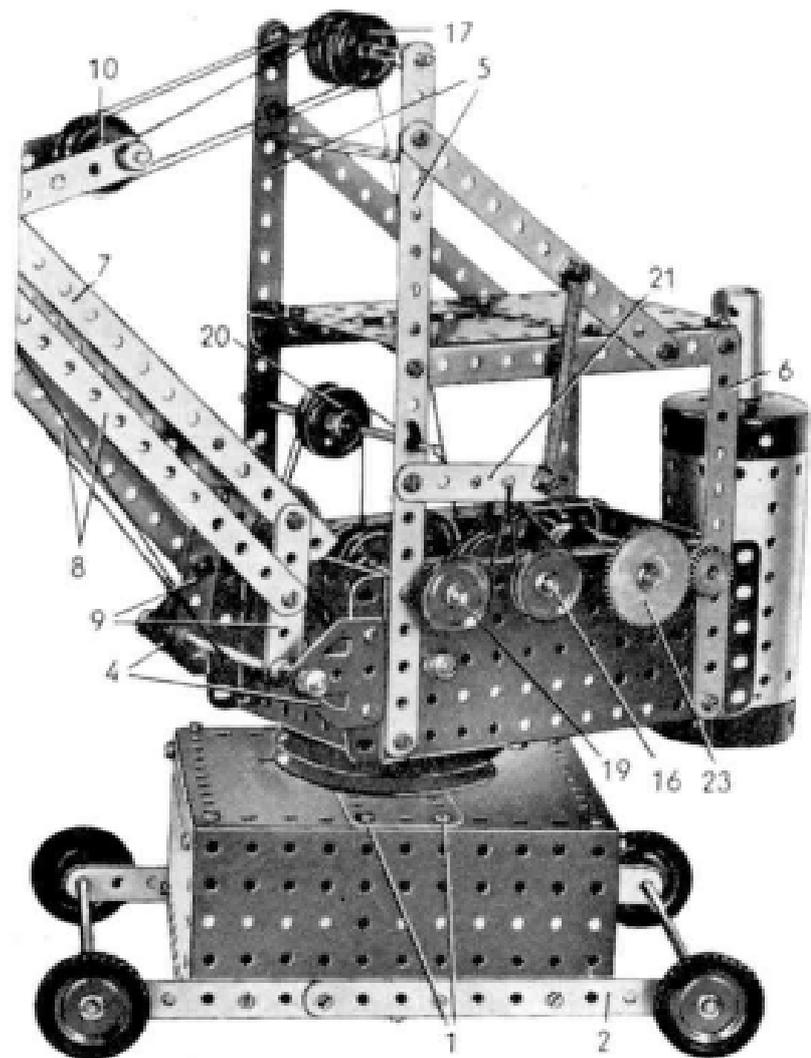
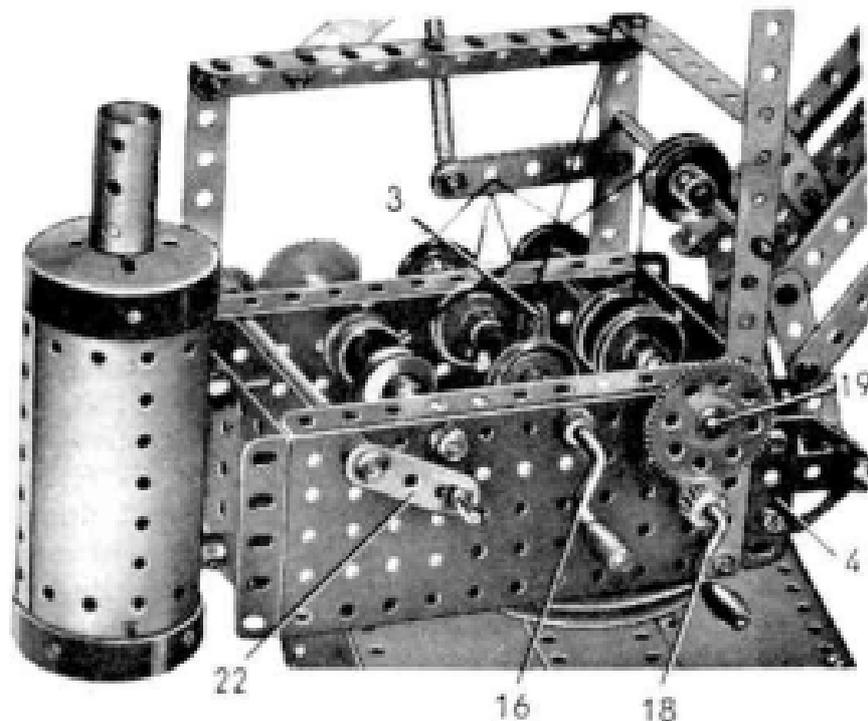

Fig. 2
Fig. 3
La base du modèle est formée de deux plaques à rebords de  $14 \times 6$  cm. Les rebords supérieurs de ces plaques sont réunis par quatre cornières de 11 trous. Deux des cornières sont placées aux angles des plaques, les deux autres sont tenues par les boulons (1) (fig. 2). Les rebords
Deux bandes de 19 trous (5) sont boulonnées verticalement à l'avant de la cabine et deux bandes de 11 trous (6) sont placées de même à l'arrière (fig. 2). Une cornière de 11 trous horizontale réunit de chaque côté le sommet de la bande (6) à la bande (5). Les cornières sont réunies à leurs extrémités par des bandes de 7 trous. Une bande coudée de  $90 \times 12$  mm. est placée entre les bandes (5) à trois trous de leur sommet. Les boulons qui les fixent tiennent également de chaque côté une bande oblique de 11 trous dont l'autre extrémité est fixée à la cornière de 11 trous.
**Inclinaison de la flèche.** — Elle est commandée par une manivelle (16) (fig. 3). La manivelle est tenue en place par une bague d'arrêt et une poulie de 25 mm. Elle porte à l'intérieur de la cabine deux poulies de 25 mm, entre lesquelles s'enroule une corde. Cette corde passe sur l'une des trois poulies folles de 25 mm, (17) montées sur une tringle de 10 cm, au sommet des bandes (5) (fig. 2). La corde passe ensuite autour d'une des poulies folles (10), autour de la seconde poulie (17), autour de la troisième poulie (17) et est finalement attachée à la tringle qui porte les poulies (10).
**Angle du bras de la pelle.** — Il est commandé par une manivelle (18) qui porte un pignon de 19 dents. Ce pignon engrène sur une roue de 57 dents montée sur une tringle de 13 cm, (19), (fig. 3). La tringle (19) est tenue en place par une poulie de 25 mm. Elle porte à l'intérieur de la cabine, deux poulies de 25 mm, entre lesquelles s'enroule la corde de commande. Cette corde passe sur une des poulies de
Un dispositif de freinage commun à la manivelle (16) et à la tringle (19) apparaît sur la figure 2. Ce frein est formé d'une bande de 5 trous (21) articulée par contre-écrou sur une des bandes (5). Une corde passe autour des poulies bloquées sur la manivelle (16) et la tringle (19). Les cordes sont attachées à la bande (21). D'autre part un ressort est tendu entre l'extrémité de la bande (21) et un boulon de 9,5 mm, tenu par deux écrous dans l'une des bandes obliques de 11 trous.
**Mouvements de la pelle.** — Ils sont commandés par une manivelle (22). La manivelle (22) (fig. 3) est formée d'un bras de manivelle muni d'une cheville fileté et bloqué à l'extrémité d'une tringle de 11,5 cm. À son autre extrémité, la tringle porte un pignon de 25 dents (fig. 2) qui entraîne une roue de 50 dents (23). La roue dentée (23) est fixée à l'extrémité d'une tringle de 11,5 cm, qui est munie, à l'intérieur de la cabine, de deux roues à boudin de 19 mm, entre lesquelles s'enroule une corde. Cette corde passe sur la seconde poulie (20), sous l'axe d'articulation de la flèche, sur la tringle de 7,5 cm, qui articule le bras de la pelle sur la flèche, sur la poulie (14) et elle est finalement attachée à la bande courbée (15). Une courroie élastique de 25 cm, (24) attachée à l'arrière de la pelle est passée sur le support double (13). Cette courroie provoque automatiquement l'abaissement de la pelle quand le câble de commande est relâché.